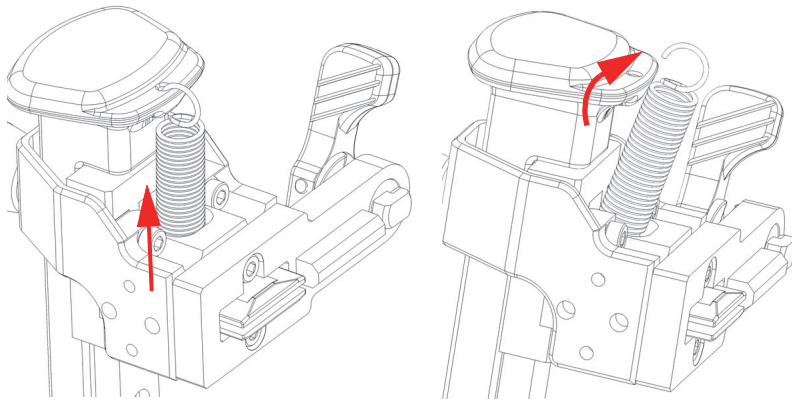

图 2-27 取下弹簧
2. 从弹簧加载臂（SLA）提升手柄的孔中取出弹簧的顶部（参见第61页的图 2-27）。